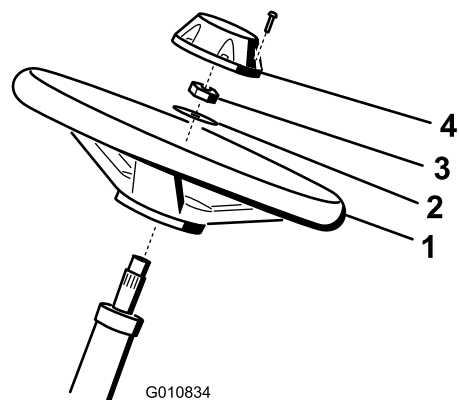

Bild 4
1. Schieben Sie das Lenkrad auf die Lenkwelle (Bild 4).
2. Schieben Sie die Scheibe auf die Lenkwelle (Bild 4).
- Befestigen Sie das Lenkrad mit einer Sicherungsmutter an der Welle und ziehen es mit 27-35 N·m an (Bild 4).
- Setzen Sie den Deckel auf und befestigen ihn mit sechs Schrauben am Lenkrad (Bild 4).